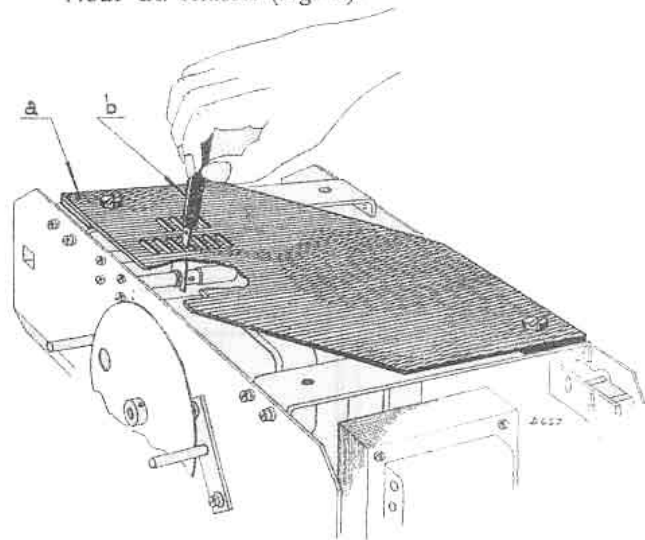

Fig. 6
2. Visser la plaque de réglage sur le côté inférieur du châssis (fig. 6).